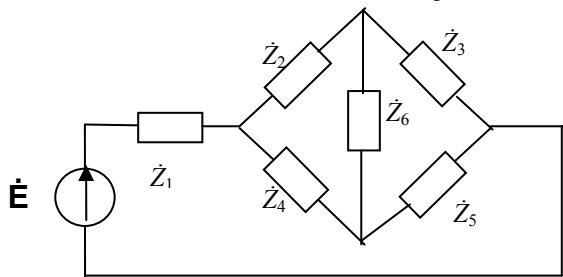

Рис. 3.4
3.1.4. В электрической цепи (рис. 3.4)  $\dot{Z}_1 = 19 - j2$  Ом,  $\dot{Z}_2 = 40$  Ом,  $\dot{Z}_3 = 6 + j8$  Ом,  $\dot{Z}_4 = 5 - j15$  Ом,  $\dot{Z}_5 = 5 - j20$  Ом и  $\dot{Z}_6 = 5 + j15$  Ом. ЭДС источника  $\dot{E} = 100$  В. Определить токи в ветвях.